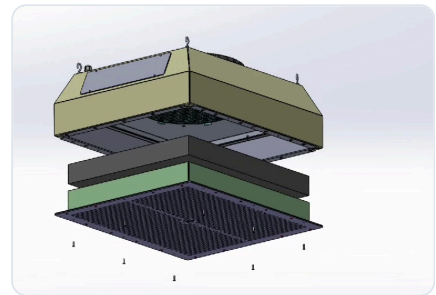

Abb. 5 – HEPA H14 (dunkel) über HEPA 10 (grün)
- 5 Die verbrauchten Filter entnehmen: zuerst den HEPA-H14-Hauptfilter (oberste Lage, in der Abbildung dunkel) seitlich herausziehen, dann den HEPA-10-Vorfilter (in der Abbildung grün) und ggf. den Aktivkohlefilter vom Gitter nehmen (Abb. 5 und 6). Darauf achten, dass kein Staub herausfällt; die alten Filter sofort in die Verpackung der neuen Filter einpacken.